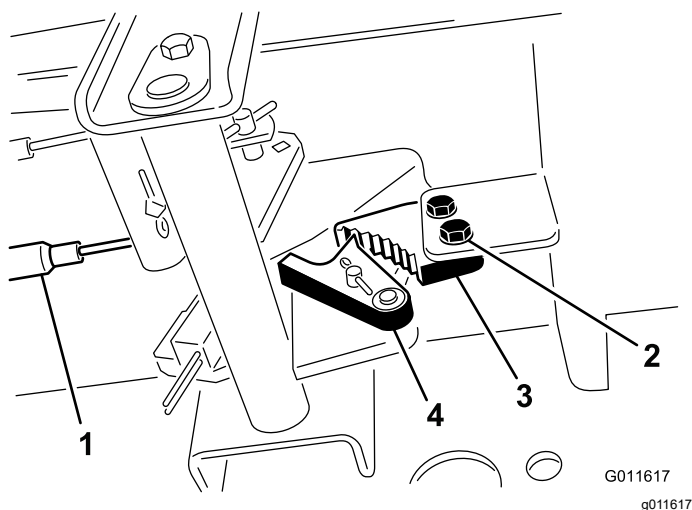

Figura 109
2. Solte os 2 parafusos que prendem a lingueta do travão de estacionamento à estrutura (Figura 109).
- Carregue no pedal do travão para a frente até o detentor do estacionamento engatar completamente na lingueta do travão (Figura 109).